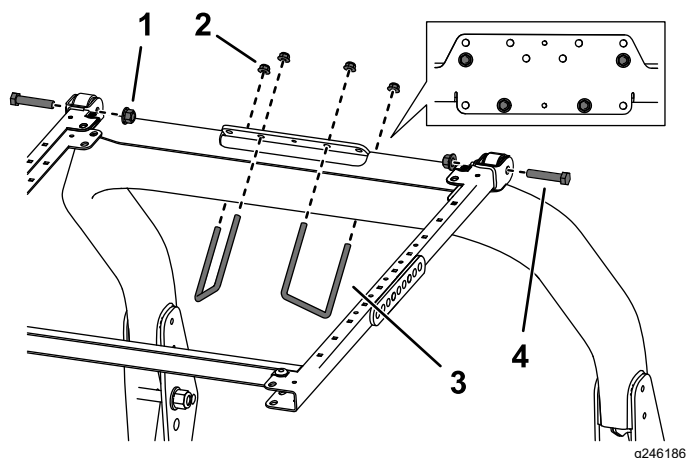

Рисунок 35
6. Установите монтажный кронштейн ROPS на верхнюю часть защитной дуги тягового блока (Рисунок 35). Убедитесь в том, что защитная
7. Используя монтажные отверстия, показанные на Рисунок 35, прикрепите каждый монтажный кронштейн ROPS к верхней части защитной дуги с помощью 2 U-образных болтов (3 1/2 x 5 дюйма) и 4 фланцевых гаек.